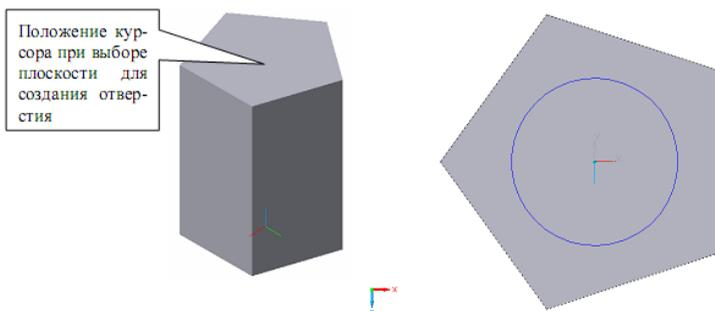
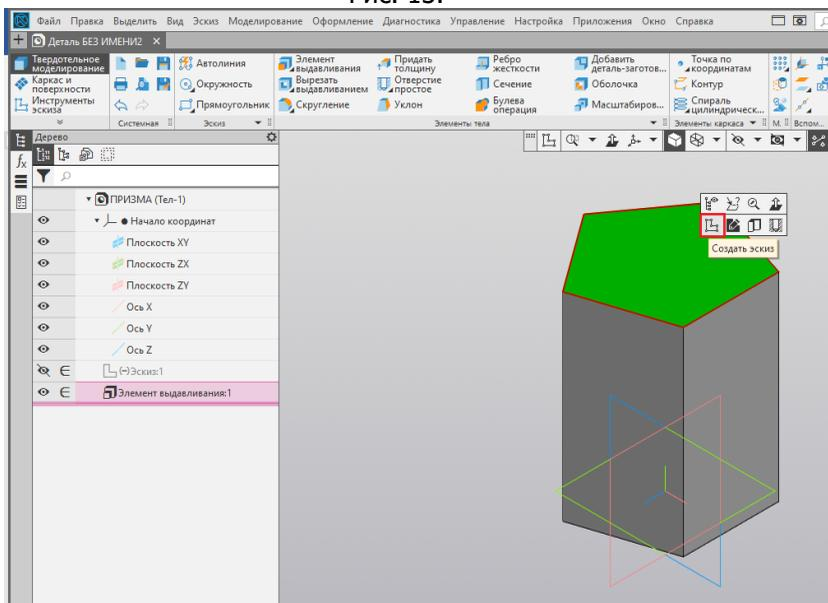
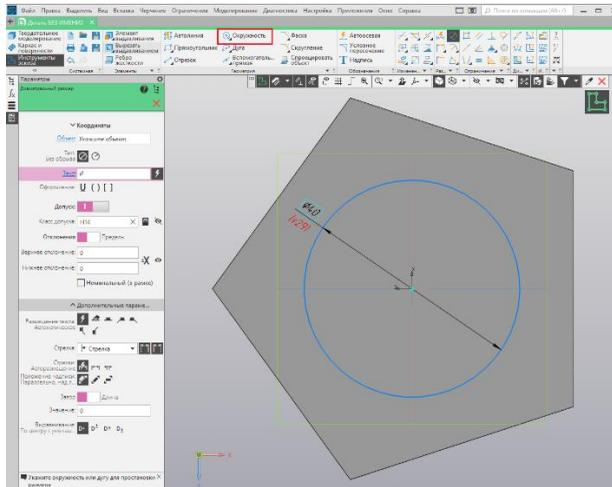
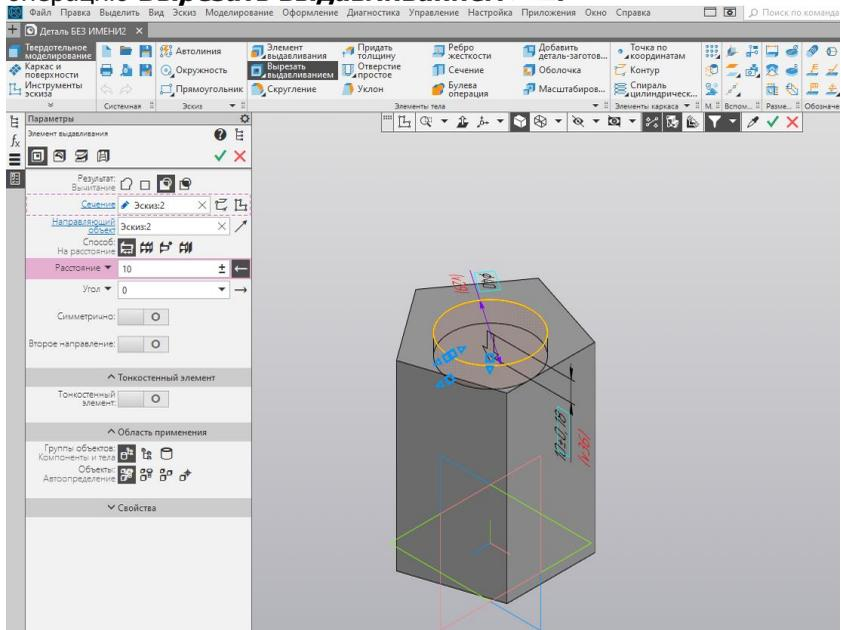

Рис. 13.
Рис. 14.
Рис. 15.
Рис. 16.
8. Следующий этап построения модели — создание в ней цилиндрического отверстия. Укажем верхнюю плоскость призмы для построения нового Эскиза 2 (рис. 13) , щёлкнув на ней мышью, и нажмём кнопку Эскиз  (рис. 14). Система перешла в режим плоского моделирования. Построим в новой плоскости окружность с диаметром 40 мм (рис. 15) и нажмём кнопку  (рис. 16). Система вновь перешла в режим построения модели.